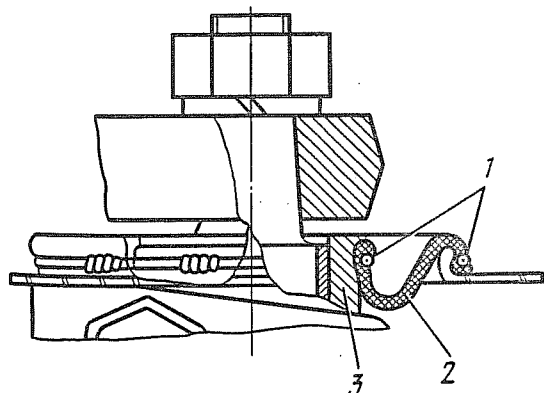

Рис. 70. Уплотнение кронштейна маятникового рычага:
1.5. Снять шплинт-проволоку 1 (рис. 70) крепления уплотнителя 2 к кронштейну 3 маятникового рычага и сместить уплотнитель с кронштейна (плоскогубцы 150).
2.4. Установить уплотнитель 2 (рис. 70) в кольцевой паз кронштейна 3 и закрепить шплинт-проволокой 1 (плоскогубцы 150).